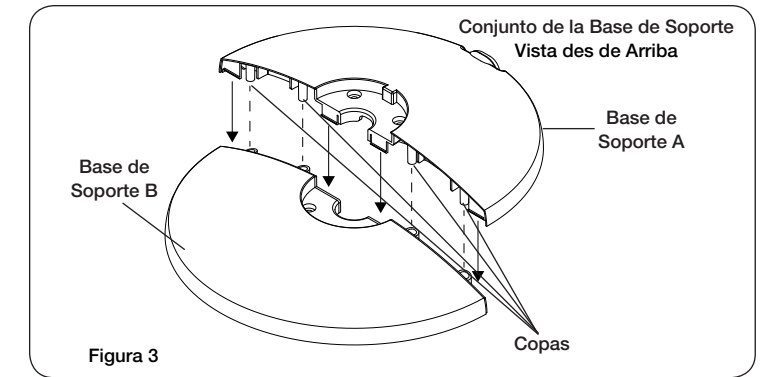

Figura 3
5. Arme la base interconectando las salientes en la base de apoyo A dentro de los orificios de salientes en la base de apoyo B. Introduzca el cable eléctrico a través del orificio grande en el centro del ensamblaje de la base de apoyo. (Figura 3)